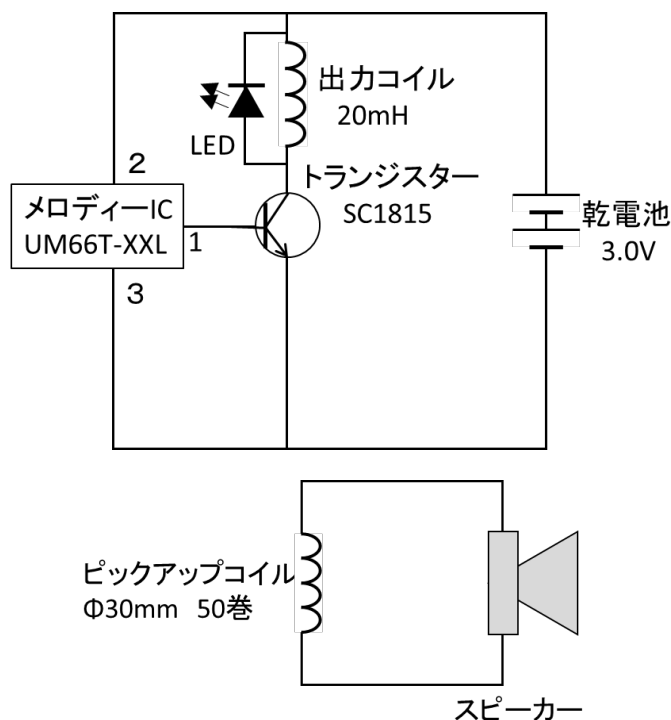

図2-1 かざしてオルゴールの回路図
- ① トランジスターのほん3本のあし足をす図のようにま曲げ、ブレッドボードのしるし印のい位置にさ差しこ込みます。(図2-1をさんしょう参照してください)
- ② メロディーICの3本の足のほんもあしもすのようにま曲げ、ブレッドボードのしるし印のいち位置にさしこ込みます。(図2-1をさんしやう参照してください)